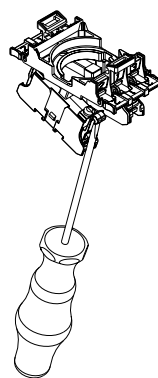

Fig. 13
3. Desmontaje de los elementos de contacto del portacontactos (véase fig. 13): Colocar el destornillador en el saliente de encaje del elementos de contacto. Mediante un ligero movimiento del destornillador en dirección del elemento del contacto, apretar el saliente hacia afuera. El elemento de contacto se separa del portacontactos.